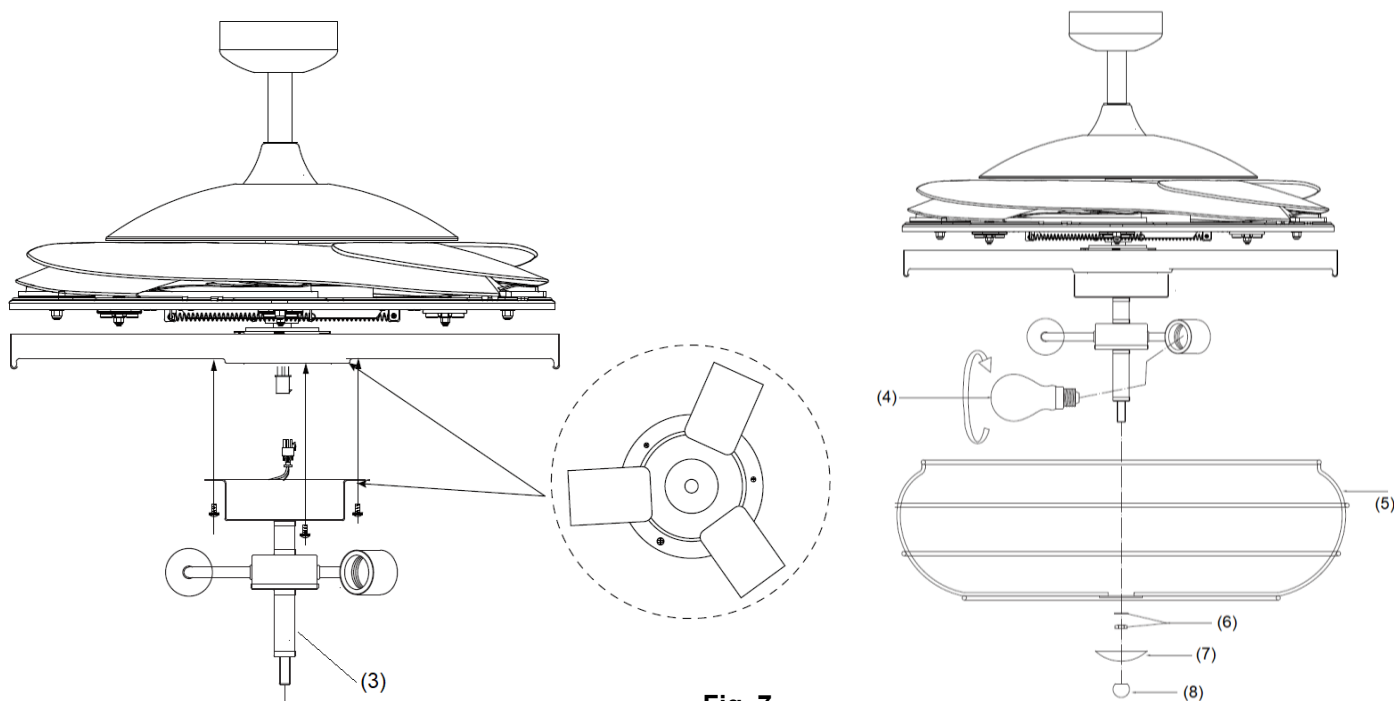

Fig. 7
4. Reliez le connecteur rapide au porte-lampe (3). (Fig. 7)
5. Fixez le porte-lampe (3) au support de kit d'éclairage en serrant les 3 vis. Évitez de trop serrer.
6. Installez les ampoules (4) dans les culots. Ne dépassez pas la puissance nominale maximale.
7. Installez l'abat-jour, suivi de la rondelle et de l'écrou (6). Serrez l'écrou (6).
8. Installez le cache décoratif (7) en serrant l'écrou (8).